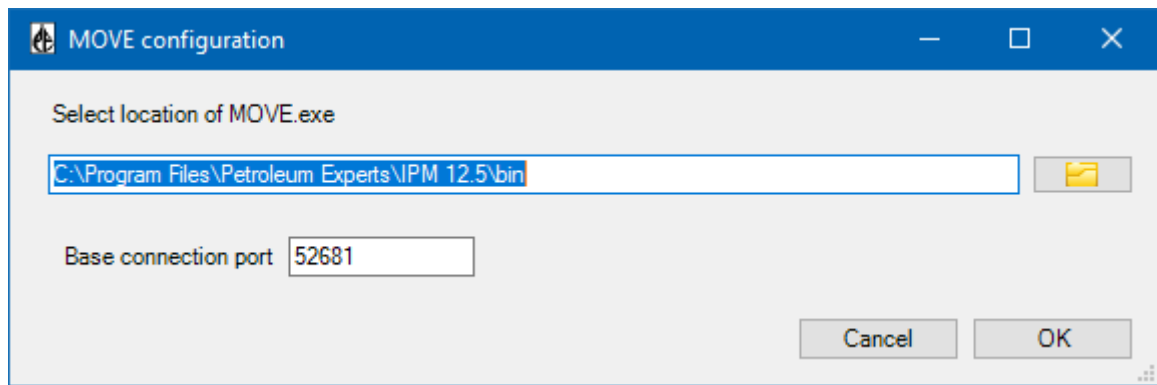

Рисунок 2: Діалогове вікно конфігурації MOVE у RESOLVE. Кнопка «Огляд» виділена.
4. У діалоговому вікні MOVE Configuration натисніть Browse  (Рис. 2).